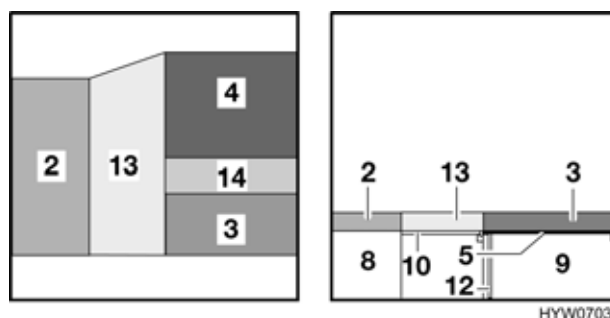

Fig. 84 Dopo la trasformazione
- Collocare il cuscino dello schienale (Fig. 84,3) della dinette centrale sul piano del tavolo.
- Piazzare il cuscino aggiuntivo piccolo (Fig. 84,14) tra il cuscino del divano (Fig. 84,4) e il cuscino dello schienale (Fig. 84,3).
- Appoggiare il cuscino aggiuntivo grande (Fig. 84,13) sulla prolunga del cassone letto.